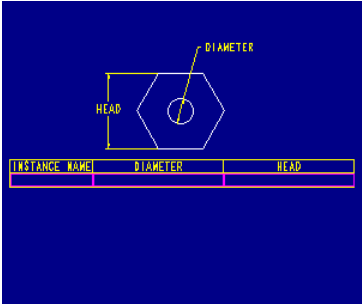

Abbildung 2
- Erzeugen Sie in jeder Zelle der zweiten Reihe einen einfachen Wiederholbereich. Das Ergebnis sollte die Tabelle in Abbildung 2 sein.